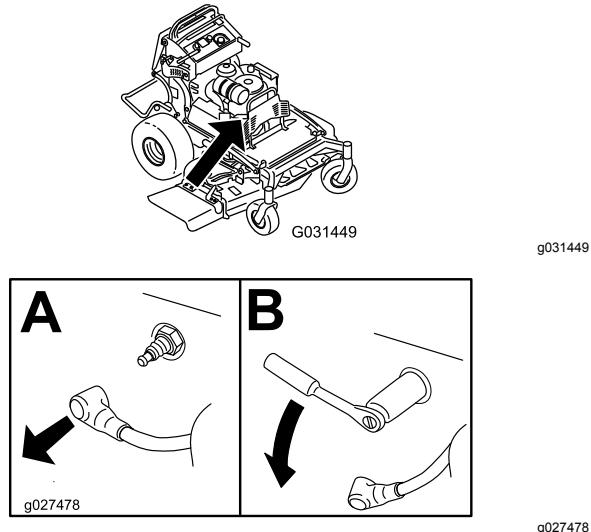

Figure 42
3. Déposez les bougies, comme montré à la Figure 42.